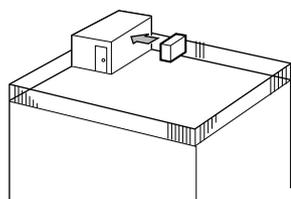

Fig. 2-2
- ① Posizionare la bocca di uscita dell'aria verso la parete più vicina, mantenendola a circa 50 cm di distanza dalla parete. (Fig. 2-2)